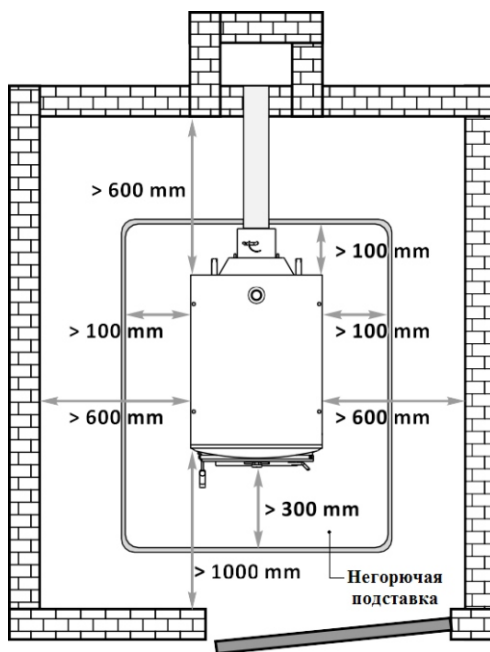

Рис. 14 Расположение котла в котельной
- Выдерживать минимальные расстояния от стен до передней, боковых и задней частей твердотопливного котла как показано на рис. 14.
- Котел необходимо устанавливать на пол из негорючего материала, на негорючую подставку, которая шире на 100 мм, чем основание котла по боковым и задней сторонам и на 300 мм, чем основание с передней стороны котла (рис.14)